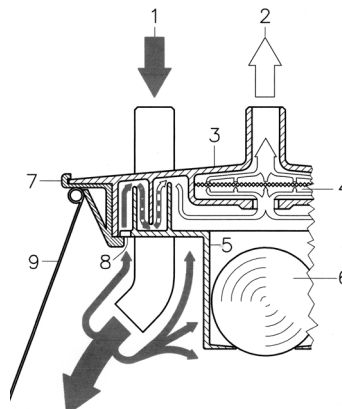

Abbildung 7
- der Separationsbehälter des Separationsmelkzeuges mit einem Anschlussdeckel ausgestattet wird, der über **Sicherheitselemente** verfügt, die das Übersaugen von Milchaerosolen und von Milchschaum und die Übermelkung des Separationsbehälters grundsätzlich verhindern (**Sicherheitsmelkdeckel-SMD**, siehe Abbildung 7).